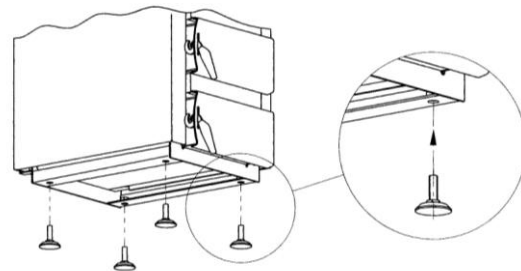

Abb. 4. Das Ausrichten des Kessels
A. Der Kessel ist auf einem brandsicheren Boden aufzustellen; es ist eine wärmeisolierende mindestens um 2 cm auf der Seite vom Gestell des Kessels größere Platte zu unterlegen. Sollte der Kessel im Keller betrieben werden, wird die Aufstellung auf einer Untermauerung mit einer Höhe von 5-10 cm empfohlen. Der Kessel ist auszurichten. Zum Ausrichten des Kessels dient eine Stellschraube (4 St.) – mit dieser Schraube ist die Länge des Stützfußes des Behälters entsprechend zu fixieren (Abb.4).